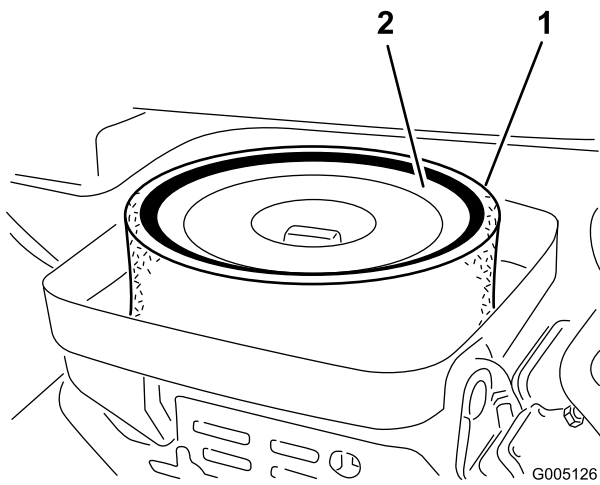

Bild 42
3. Nehmen Sie einen verschmutzten Schaumeinsatz vorsichtig vom Papiereinsatz ab (Bild 42). Reinigen Sie ihn gründlich wie folgt: